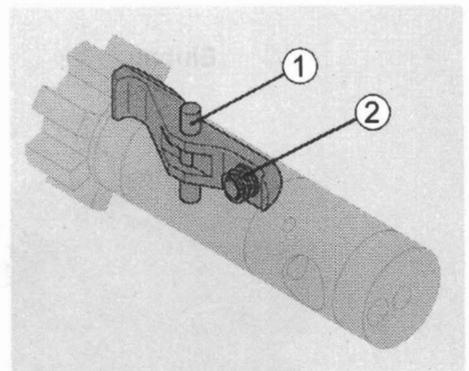

Bild 49 Einbaulage Auszieherfeder mit Gummibolzen
- ⇒ Beim Einbau auf richtige Lage des Gummibolzens (49/2) mit Auszieherfeder achten (Bild 49).